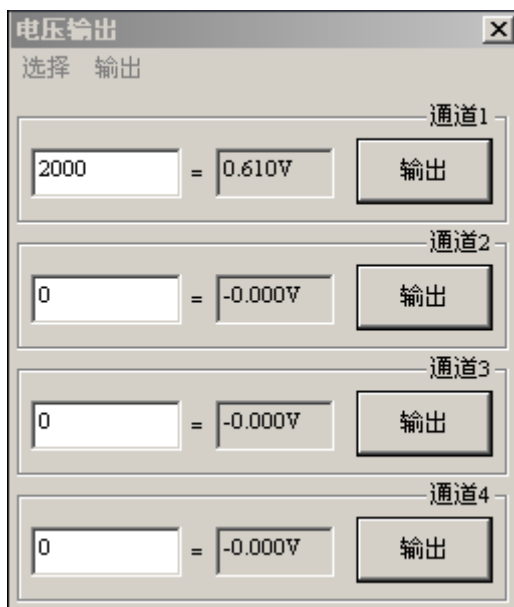

图 4-18 电压输出对话框
- (1) 断开端子板上轴信号连接线缆，将万用表选至电压测量档，地线连接端子板轴信号的 pin13 数字地，万用表正线测试轴信号接口的 pin8 (DAC) 模拟输出接口；
- (2) 在 MCT2008 软件主界面点击菜单“视图”->“电压输出”，将会弹出电压输出模块对话框，如图 4-18 所示；